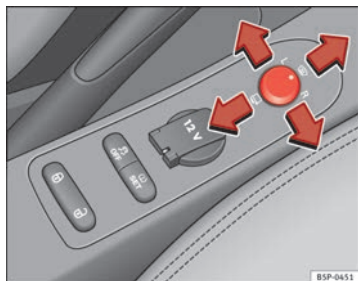

Fig. 86 Mando de los retrovisores exteriores
1. En primer lugar, gire el mando ⇒ fig. 86 hasta la posición **L (retrovisor izquierdo)**.
- Gire el mando ⇒ fig. 86 hasta la posición  para plegar los retrovisores exteriores. Para evitar daños en el vehículo, debería plegar los retrovisores exteriores siempre que utilice un túnel de lavado automático.